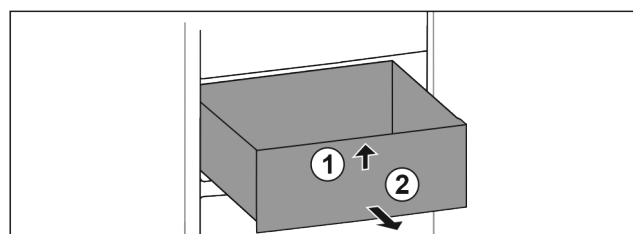

Fig. 57
- ▶ Schubfach vorne anheben. Fig. 57 (1)
- ▶ Schubfach nach vorne entnehmen. Fig. 57 (2)